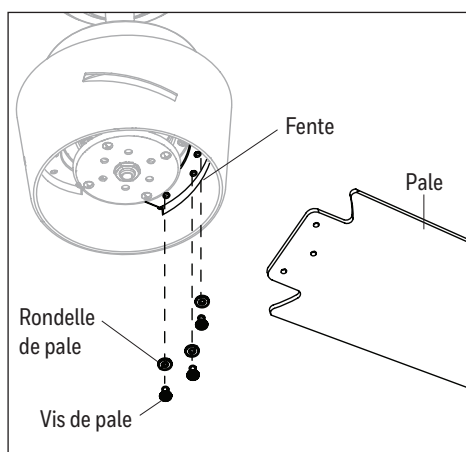

Figure 5.3
3. Insérez une pale à travers la fente latérale de l'ensemble moteur. Alignez les trous de la pale sur les trois trous pour vis de pale sous l'ensemble moteur. Fixez la pale à l'aide de trois vis de pale et de trois rondelles de pale. Répétez cette étape pour les autres pales (Figure 5.3).